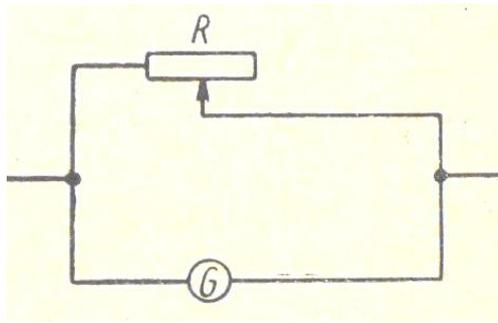

рис.8
4. Реостат (или магазин сопротивлений) включен параллельно с гальванометром (рис. 8). Как будут изменяться показания гальванометра, если сопротивление реостата увеличивается? Как повысить чувствительность гальванометра?